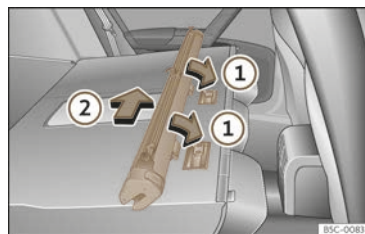

Abb. 200 Einbau des Trennnetzes an den Rücksitzlehnen.
- Setzen Sie das Gehäuse des Netzes in die Aussparungen der Halteschienen in Pfeilrichtung an >>> (Abb. 200) ①.
- Drücken Sie das Gehäuse zur linken Fahrzeugseite in Pfeilrichtung >>> (Abb. 200) ② und bis zum Anschlag.
- Ziehen Sie am Gehäuse des Netzes ca. 5 cm gegen die Pfeilrichtung >>> (Abb. 200) ②.
- Nehmen Sie das Gehäuse des Trennnetzes aus den Halteschienen, indem Sie entgegen der Pfeilrichtung ziehen >>> (Abb. 200) ①.